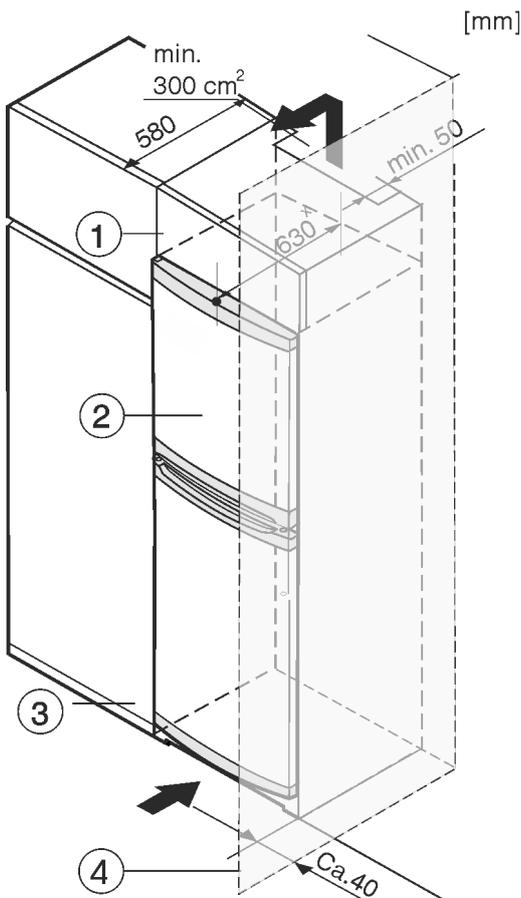

Fig. 8
- (1) Aufsatzschrank
(2) Gerät
(3) Küchenschrank
(4) Wand
Das Gerät kann mit Küchenschränken umbaut werden. Um das Gerät Fig. 8 (2) der Küchenzeilenhöhe anzugleichen, kann über dem Gerät ein Aufsatzschrank Fig. 8 (1) angebracht werden.
Beim Umbau mit Küchenschränken (Tiefe max. 580 mm) kann das Gerät direkt neben dem Küchenschrank Fig. 8 (3) aufgestellt werden. Das Gerät steht seitlich 34 mm * und in der Gerätemitte 50 mm * gegenüber der Küchenschrankfront vor.
Wenn das Gerät mit den Scharnieren neben einer Wand Fig. 8 (4) aufgestellt wird, muss der Abstand zwischen Gerät und Wand mindestens 40 mm betragen. Dies entspricht dem Griffüberstand bei geöffneter Tür.